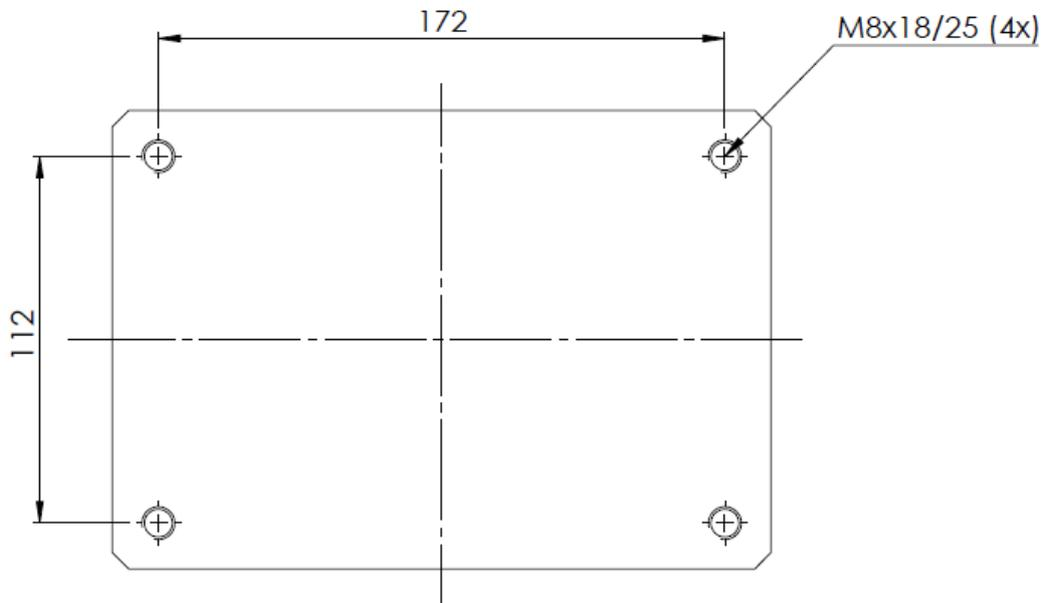

Abb. 6-2: Bohrbild für Sockelmontage
- ▶ Bereiten Sie die Montagefläche entsprechend des Bohrbildes vor (s. Abb. 6-2).